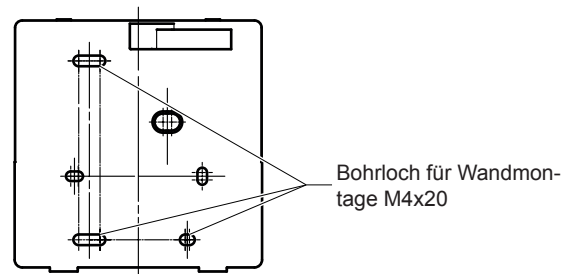

Abb. 5.2
2. Drei Schrauben M4x20 verwenden, um den hinteren Deckel direkt an der Wand zu befestigen. (Abb. 5.2)